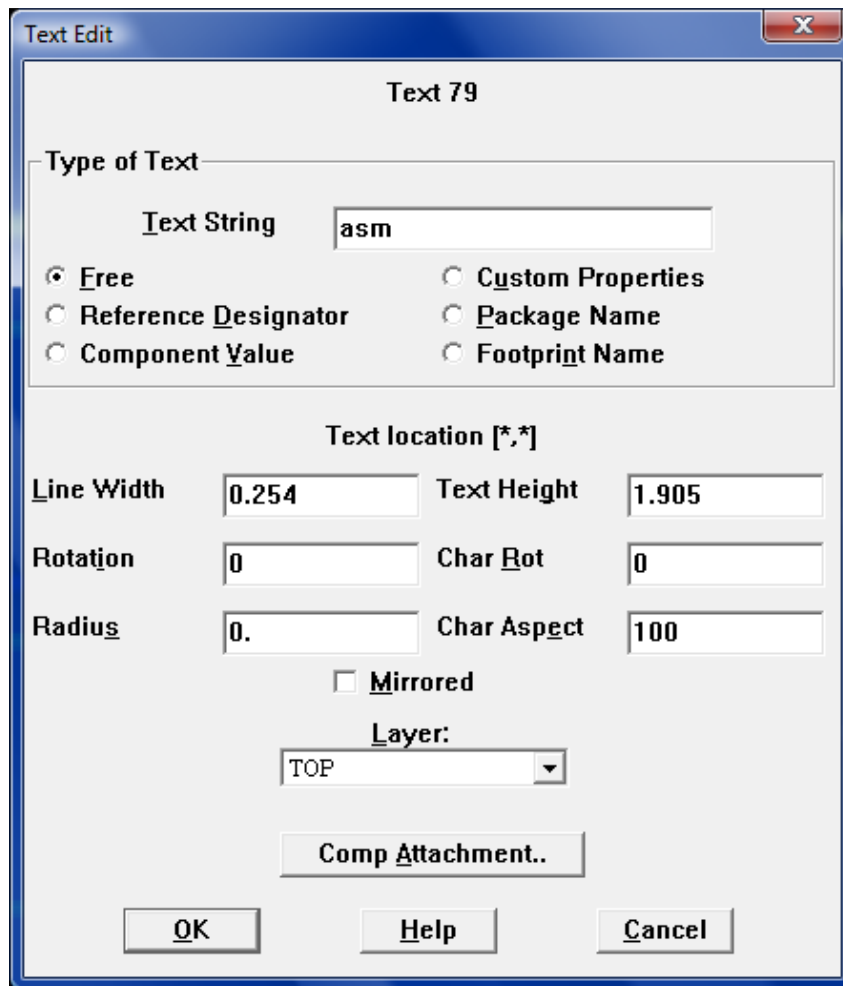

Fig. 28.
- Rezultă caseta de dialog «**Text Edit**» din fig. 28 :
Informațiile importante din caseta de dialog din fig. 28 sunt: